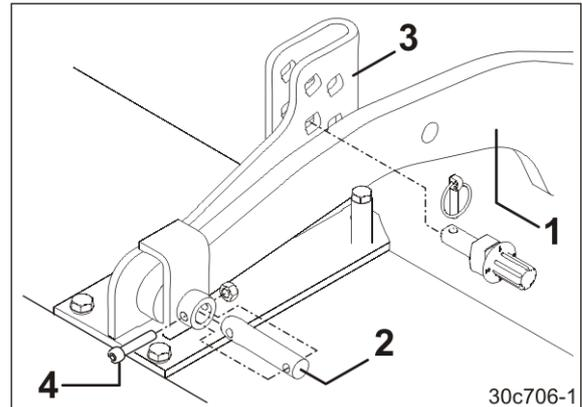

Fig. 30
Die Walzen mit 2 Tragarmen (Fig. 30/1) an der Bodenbearbeitungsmaschine befestigen.
3. Die Tragarme (Fig. 30/1) der Walze an den Abstützungsteilen (Fig. 30/3) der Bodenbearbeitungsmaschine mit Bolzen (Fig. 30/2) abstecken und mit Schraube und Mutter (Fig. 30/4) sichern.
2. Schrauben mit Mutter (Fig. 30/4) lösen, Bolzen (Fig. 30/2) der Tragarme ziehen.